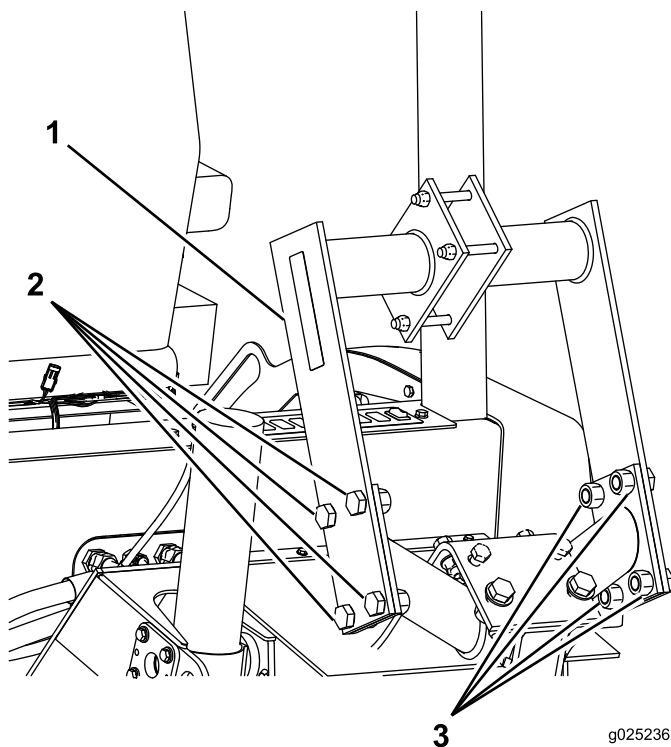

Figure 1
4. Si l'espace entre les plaques de montage est insuffisant pour permettre le passage de la barre du racleur, desserrez les 4 boulons et les 4 contre-écrous qui fixent les supports du racleur à la flèche afin de pouvoir insérer la barre entre les deux (Figure 1).